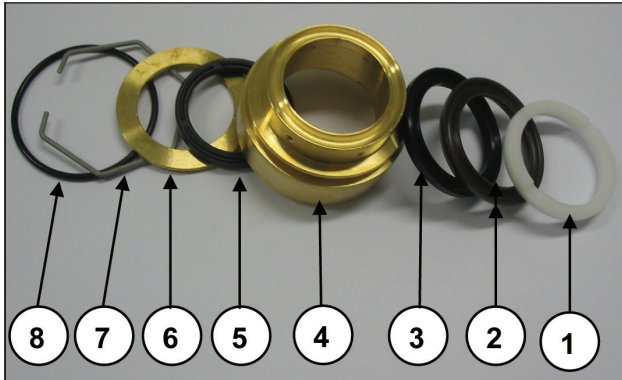

Abb. 44
Beachten Sie die Reihenfolge zum Ausbau des Dichtungspakets, wie in Abb. 44 gezeigt.
- B) Schmieren Sie die Bauteile ②③⑤ (Abb. 44) mit Silikonfett der Sorte OCILIS Art. 12001600; dieser Vorgang dient auch als Hilfe beim Setzen der Dichtungslippe am Kolben.